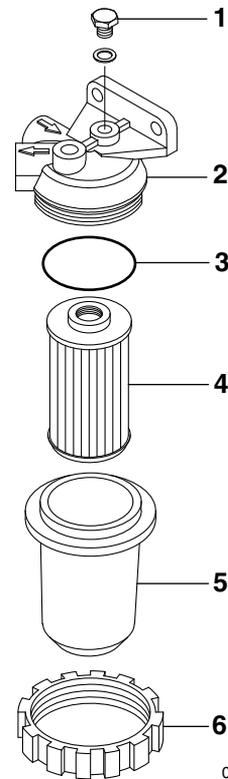

Figura 6
3. Allentare l'anello di ritenuta (**Figura 6, (6)**), rimuovere l'alloggiamento del filtro (**Figura 6, (5)**) e scaricare tutta l'acqua o i sedimenti presenti all'interno.
- Una volta effettuato lo spurgo, serrare la vite di spurgo dell'aria (**Figura 6, (1)**).